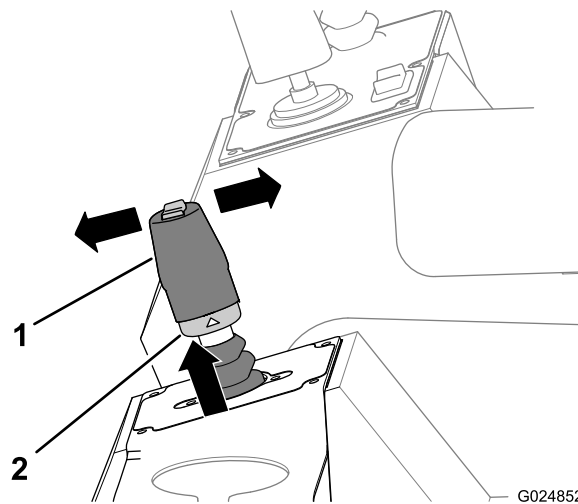

Figura 42
2. Sollevate l'anello di bloccaggio che si trova in fondo all'impugnatura del joystick (Figura 42).
- Spostate la leva in avanti (verso la parte frontale della macchina) per far procedere la macchina in avanti (Figura 42).
- Spostate la leva all'indietro (verso la parte posteriore della macchina) per far procedere la macchina in retromarcia (Figura 42).
4. Rilasciate l'anello di bloccaggio e la leva (Figura 42).
5. Per arrestare la macchina, riportate la leva di comando in folle (Figura 42).